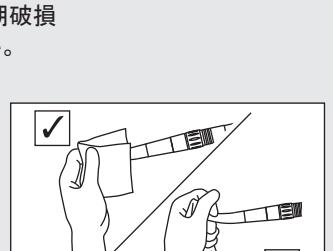

図 25
- 5 ハンドピース先端よりオイルが出るまで2～3秒スプレーします。注油は先端から異物等の汚れが出なくなるまで繰り返し行います（図 25）。